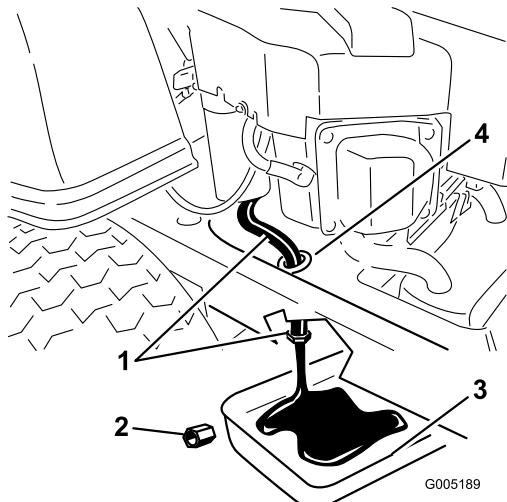

**Figure 26**
- Sortez de nouveau la jauge et vérifiez le niveau d'huile. (Figure 26).
- Enlevez le bouchon de remplissage/la jauge (Figure 26).
- Versez avec précaution environ 80 % de la quantité d'huile spécifiée dans le goulot de remplissage (Figure 26)
- Remettez le bouchon de remplissage/la jauge en place (Figure 26).
- Vérifiez le niveau d'huile (Figure 26) (voir Contrôle du niveau d'huile).
- Remettez le bouchon de remplissage/la jauge et serrez à fond (Figure 26).